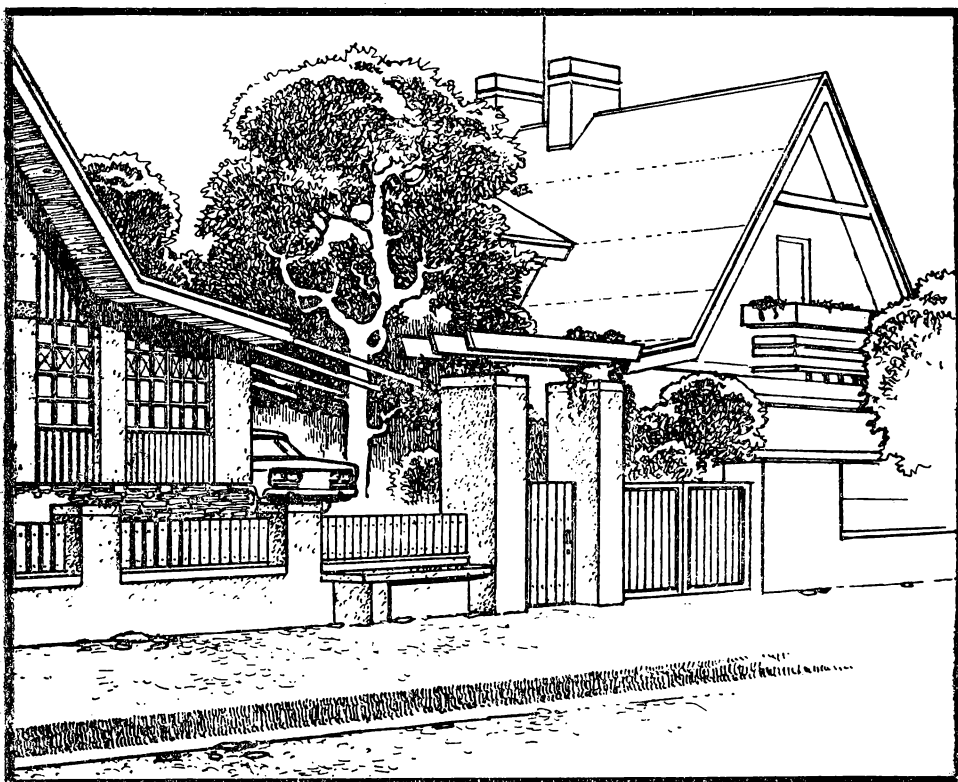

Рис. 9. Навес для автомобиля в виде перголы, увитой виноградом или покрытой тентом
**Навес для автомобиля** пристраивают к глухой стене домика. Он может быть открытым и опираться на столбы. А можно в глухую стену домика либо хозблока заделать крюки, на которых стальной проволокой укрепить свертываемый брезентовый тент. Тент опирается на один столб. Навес недорог, открыт для доступа воздуха и в случае надобности легко разбирается (рис. 9).